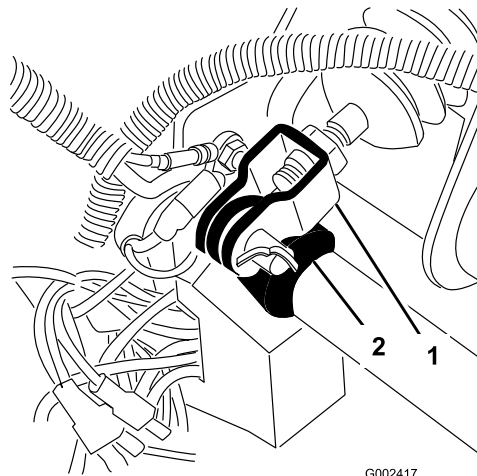

Figura 64
1. Retire o contrapino e o passador de forquilha que fixam a culatra do cilindro principal ao ponto de articulação do pedal de travão (Figura 64).
3. Liberte as porcas de segurança que fixam a culatra ao eixo do cilindro principal (Figura 64).